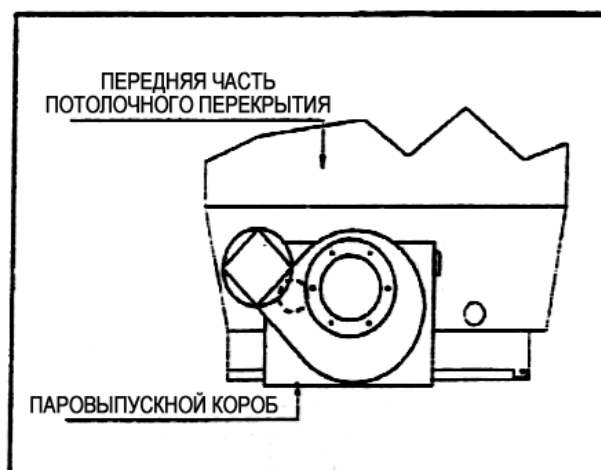

Рис. 17
- Установите паровыпускной узел (Поз. 40) по месту, и закрепите его, как показано на Рис. 17.